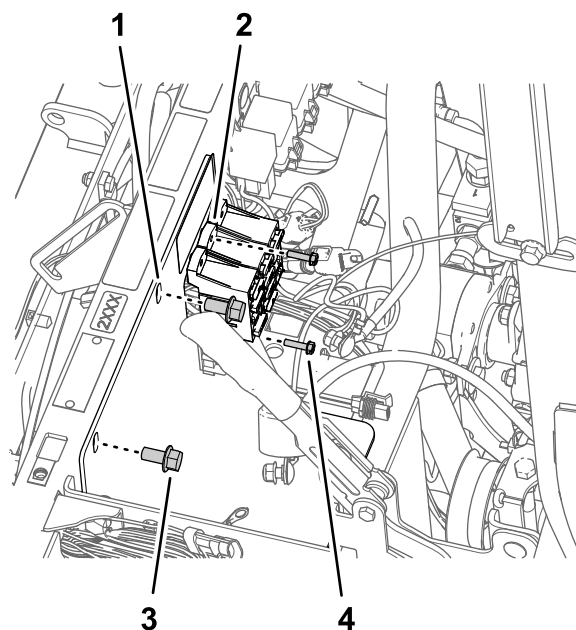

图172
3. 拆下将保险丝盒固定至电池支架的螺栓10-24 x  $\frac{3}{4}$ 英寸和螺母10-24英寸图172。
4. 卸下将电池支架固定至机器减震支撑管的2个凸缘头螺栓 $\frac{3}{8}$  x  $\frac{3}{4}$ 英寸图172。